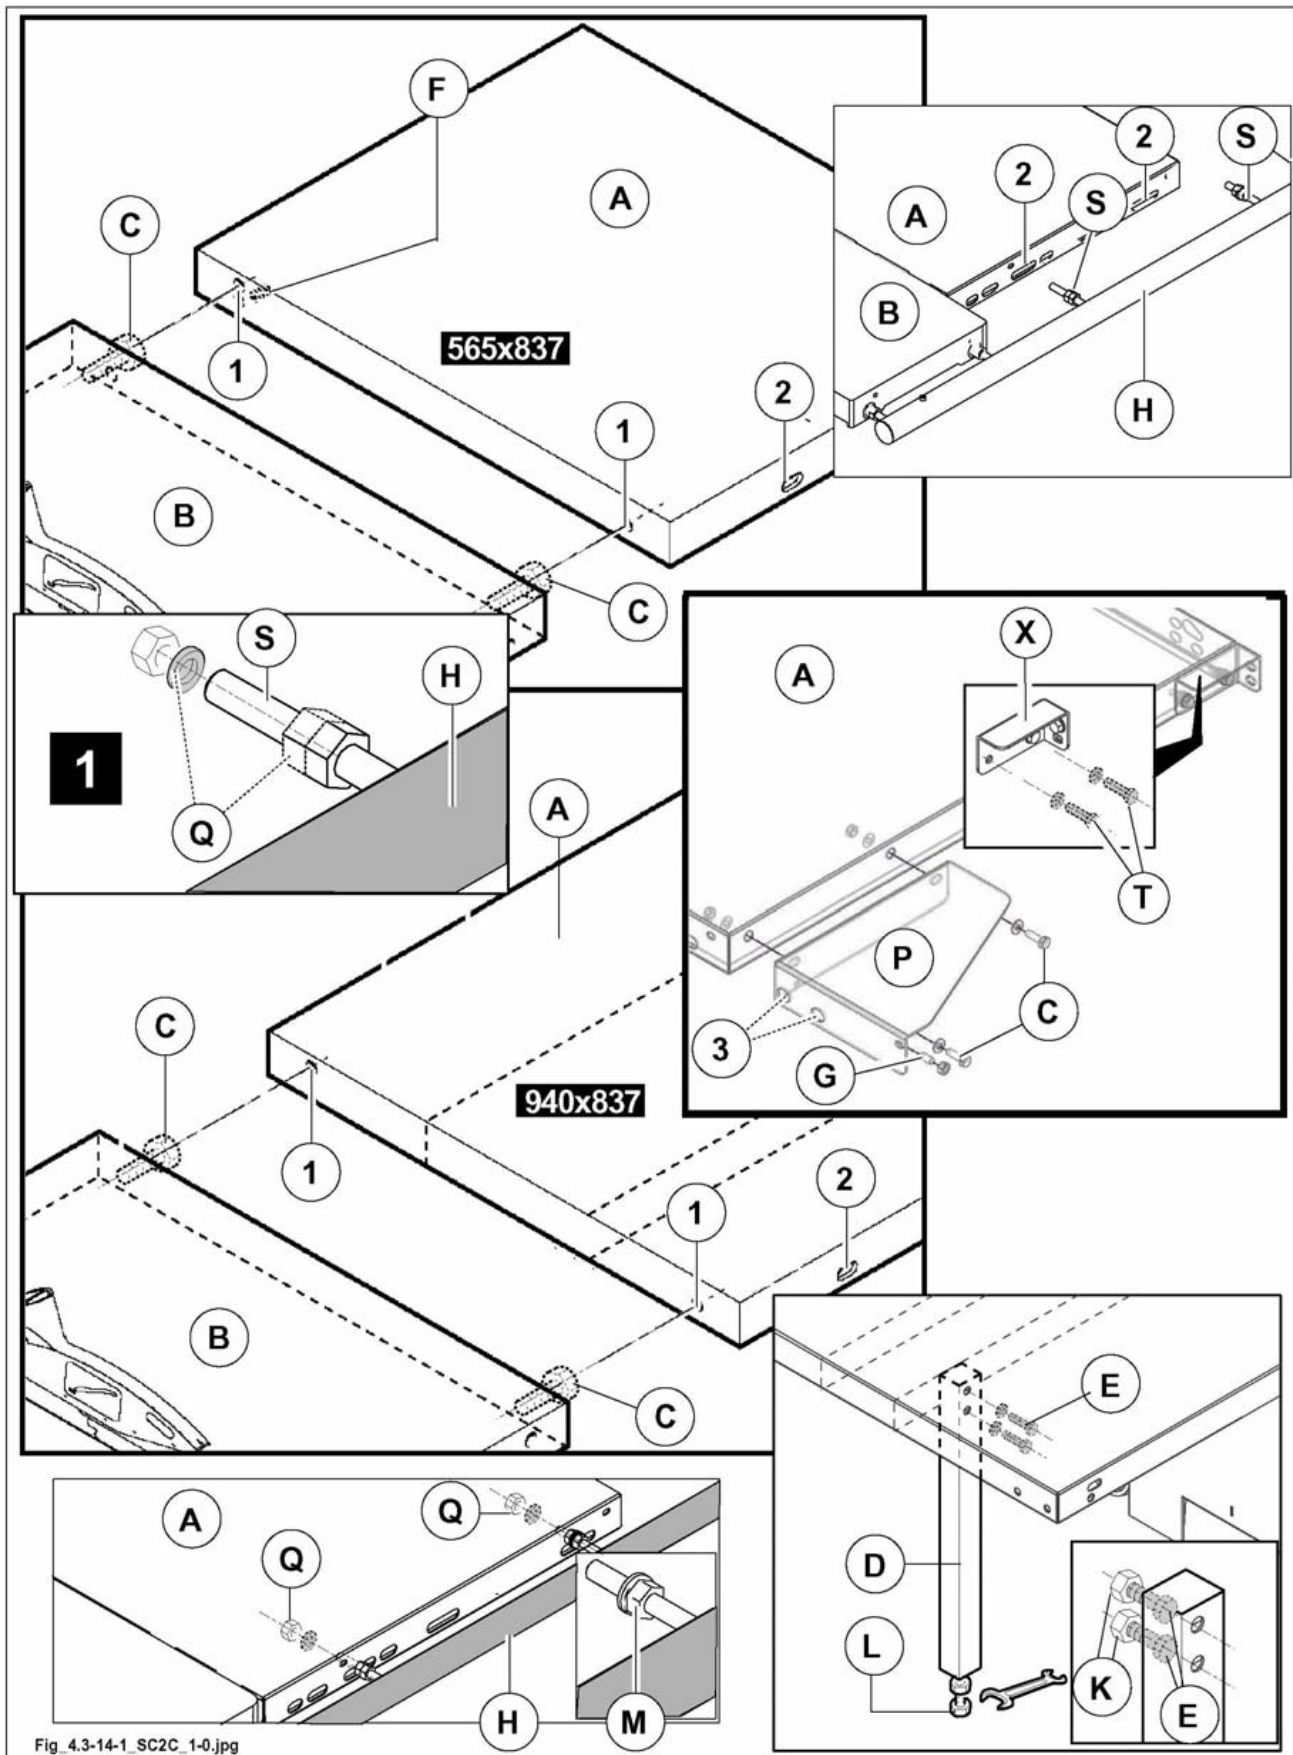

Abb. 4.3-14-1
- Überprüfen, ob die Führung (H, Abb. 4.3-14-1) linear ist, und sie gegebenenfalls anhand der Muttern (M, Abb. 4.3-14-1) einstellen.
- Den Winkelanschlag (X, Abb. 4.3-14-1) mithilfe der Schrauben (T, Abb. 4.3-14-1) am Tisch (A, Abb. 4.3-14-1) befestigen und perfekt auf den Tisch (A, Abb. 4.3-14-1) ausrichten (die Ausrichtung mit einem Lineal überprüfen).